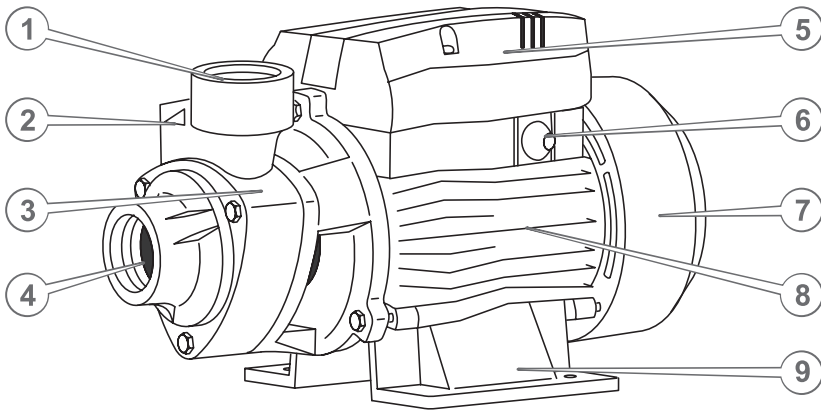

Рисунок 7. Зовнішній вигляд насосів групи моделей «PQ».
1.3 Будова реле тиску насосних станцій ТМ «Vitals Aqua», моделі «AJS 1047-24de», «AJW 956-24de», «AJ 745-24de», «AJ 847-24de», «AJ 950-24de», «APQ 433-24de» (рис. 7).